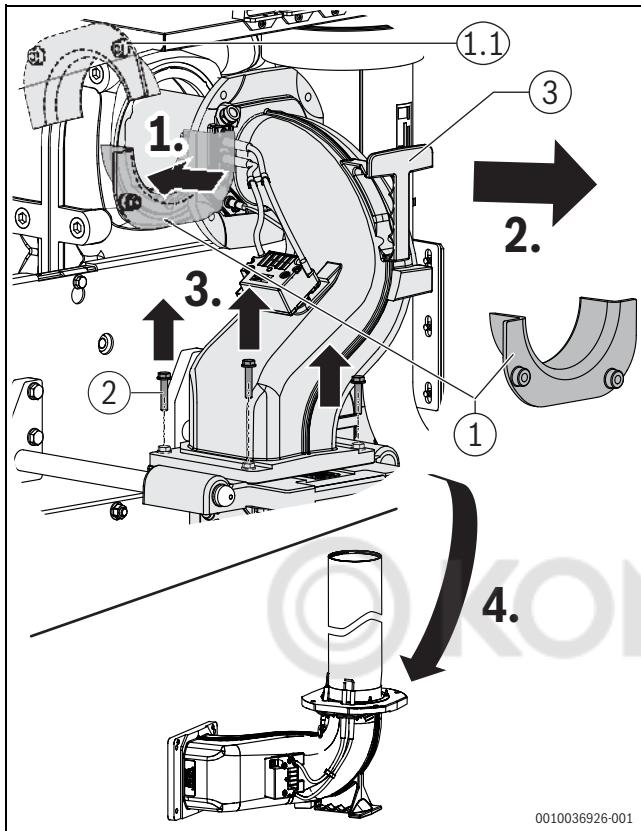

Рис. 51 Извлечение смесительного патрубка со штабом горелки
- Установите аппликатор. При поставке аппликатор подвешивается за верхнюю крышку (→Рис. 51).
- Удалите 4 винта на смесительном патрубке/салазках (→Рис. 51).
- Извлеките смесительный патрубок со штабом горелки и отложите на место укладки, защитив от падения, а также от загрязнения и повреждений (→Рис. 51).
- Осторожно снимите всю горелку и отложите ее на место укладки [3] смесительного патрубка (→Рис. 51) и защитите от повреждения.